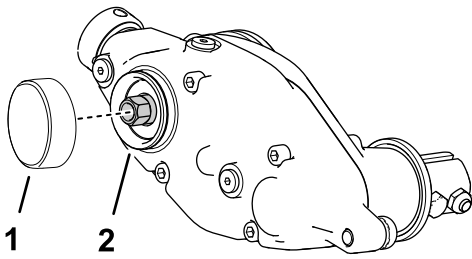

图 14
1. 在卡环槽周围和外直径表面涂抹中等强度的圆柱固持胶如 Green Loctite 609® 图 14。
2. 如图 14 所示安装盖子。